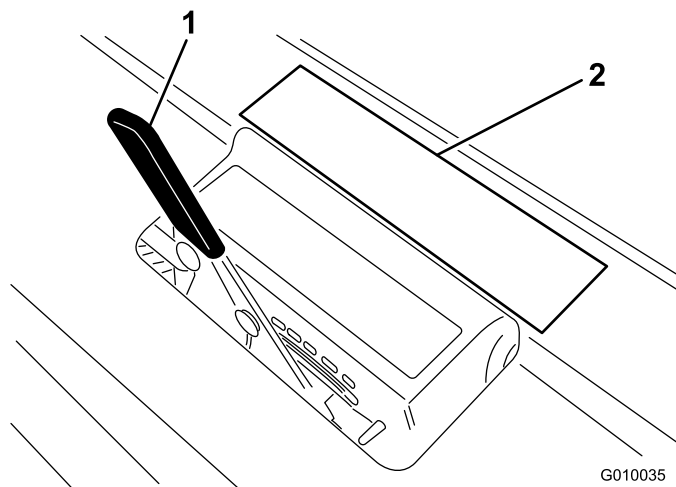

Figura 28
2. Coloque el taladro sobre la pegatina de profundidad de los taladros (Figura 28) con un extremo alineado con la profundidad de aireación deseada (ver la silueta del taladro en la pegatina).